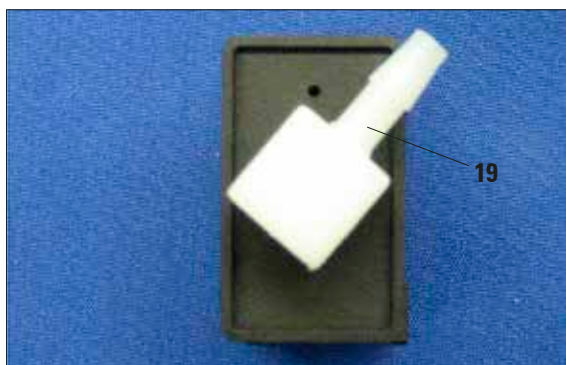

Fig. 28
Hvis to skyllestationer skal placeres lige ved siden af hinanden, skal koblingen (19) til den venstre station justeres som vist i fig. 28.